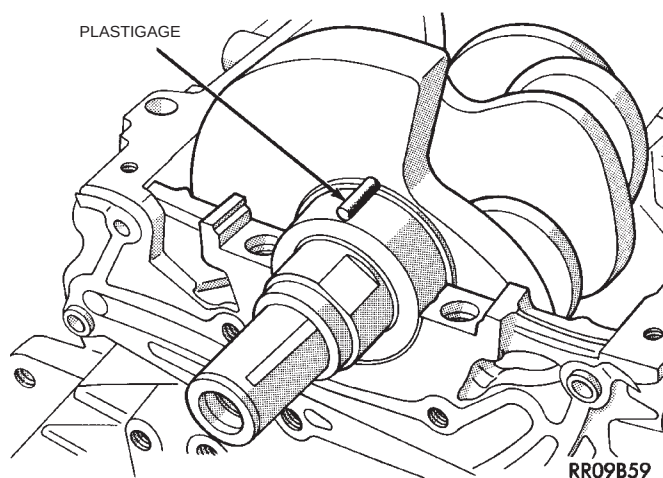

Abb. 18 Ölspace mit Plastigage messen
- (1) Öl von Zapfen und Lagerschale abwischen.
- (2) Kurbelwelle einbauen.
- (3) Plastigage auf die Breite des Lagers zuschneiden und parallel zur Achse des Zapfens auflegen (Abb. 18).